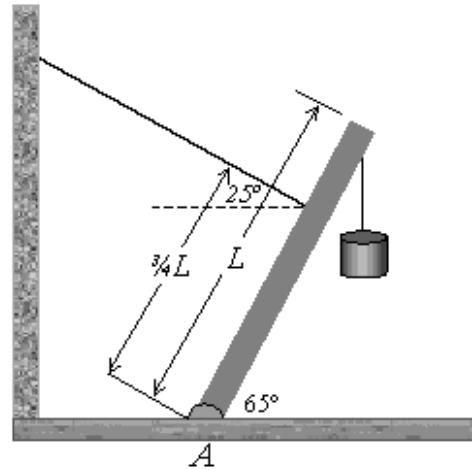

Figura 6.17 Problema 6.14
- 6.14 Un poste uniforme de $1200 N$ se sostiene por un cable, como en la figura 6.17. El poste se sujeta con un perno en A la parte inferior y en la parte superior se cuelga un cuerpo de $2000 N$. Encuentre la tensión en el cable de soporte y las componentes de la fuerza de reacción en el perno en A. R: $1465 N$, $(1328\hat{i} + 2581\hat{j}) N$.